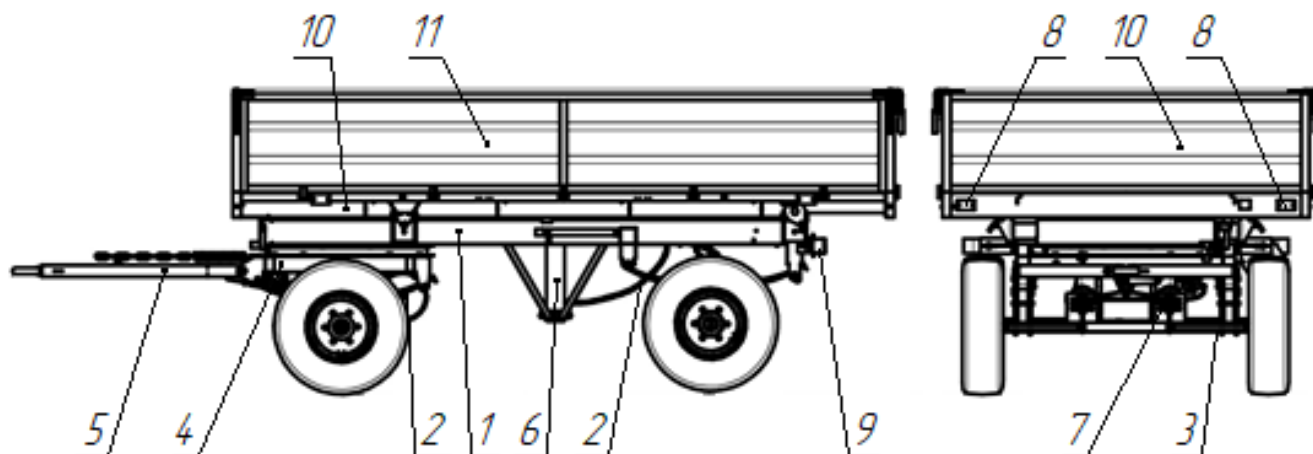

Рис. 1.3 – Общий вид
1.4.8 Электрическая система предназначена для питания внешних осветительных приборов прицепа. Электрическая система прицепа имеет питание от системы тягача с напряжением 12В и состоит (рис.1.3) из двух фонарей передних ⑧, двух фонарей задних ⑨, фонаря освещения регистрационного знака (встроен в левый фонарь задний) и соединяющих их электрических жгутов. Каждый фонарь задний включает в себя 3 секции: габаритный огонь, стоп-сигнал и указатель поворота.